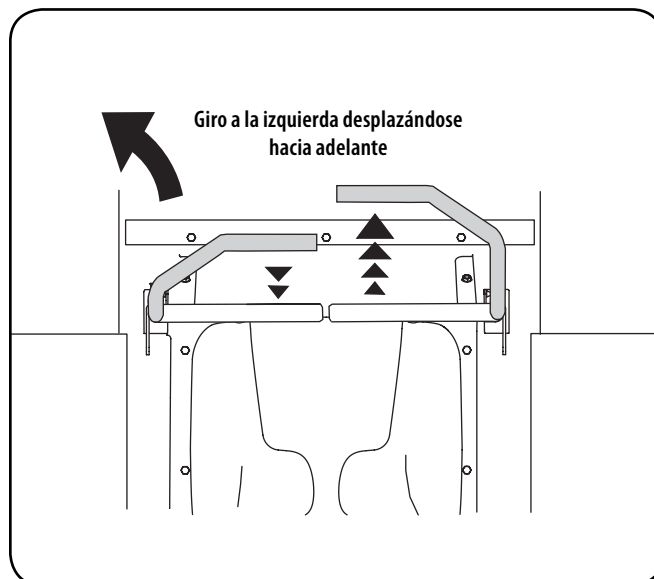

Figura 12
1. Para girar a la izquierda, mueva la palanca de control del lado izquierdo hacia atrás respecto de la palanca derecha. Vea la Figura 12.